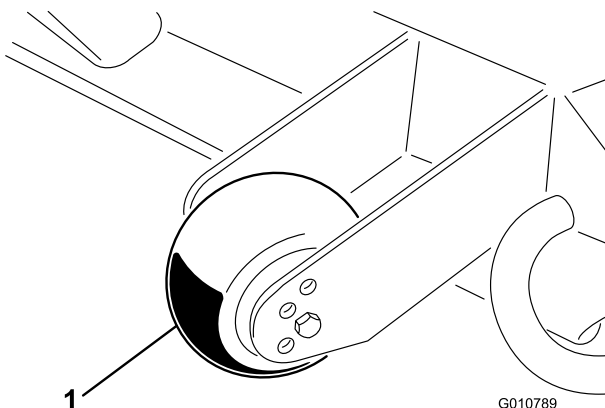

Figura 11
1. Retire o parafuso e a porca que fixam a roda guia aos suportes da unidade de corte (Figura 11).